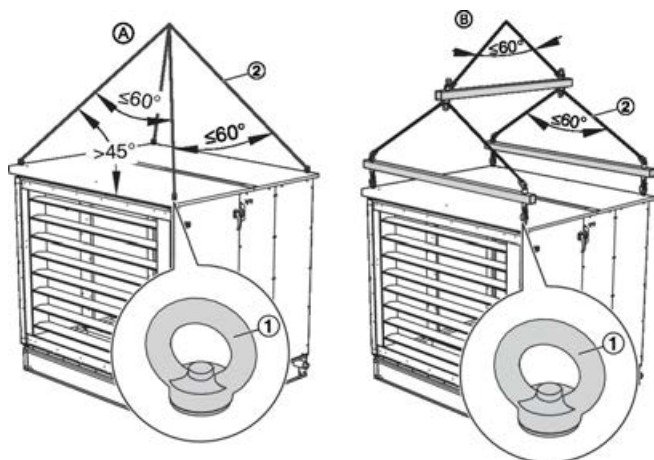

Abb. 7: Krantransport an Ringmuttern
- 1 ▶ Die Anschlagmittel (Abb. 7 /2) an den Ringmuttern einhängen.